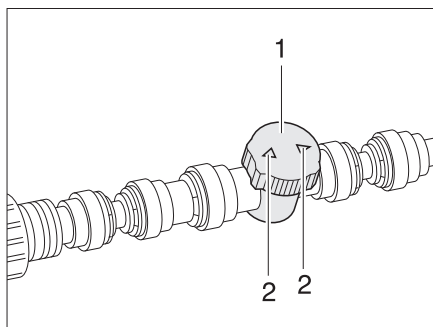

Fig. 119 Régulateur du chauffage du plancher/du réservoir d'eaux usées
- Régler le régulateur (Fig. 119,1) sur le débit désiré (débit max. = flèche (Fig. 119,2) dans le sens de la conduite).
- Tourner le régulateur (Fig. 119,1) de sorte que la flèche (Fig. 119,2) se trouve en travers de la conduite de chauffage.